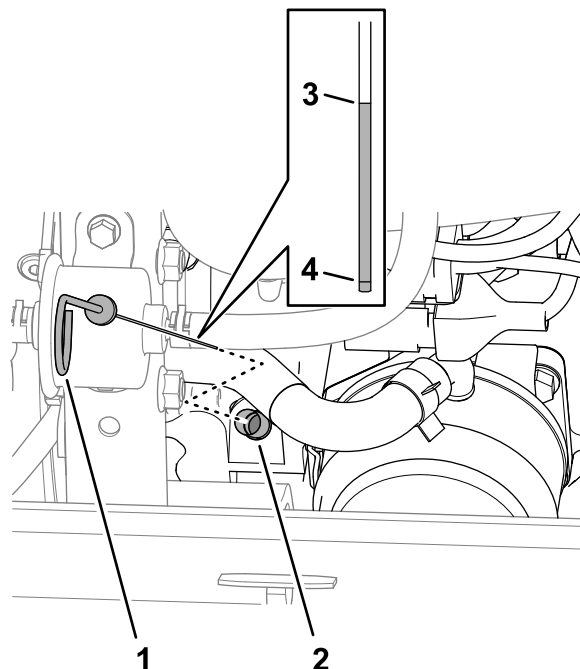

Рисунок 123
3. Извлеките масломерный щуп из трубки щупа (Рисунок 123) и протрите его чистой ветошью.